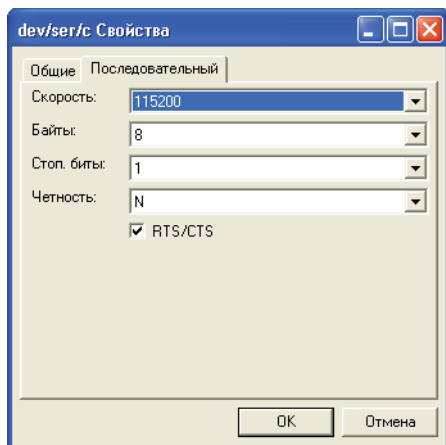

Рис. 3-27. Настройка портов
14. Для RTK - съемок нажмите значок **Порты** и выполните настройку нижеприведенных параметров, после чего нажмите **ОК** (Рис. 3-27 на стр. 3-30).